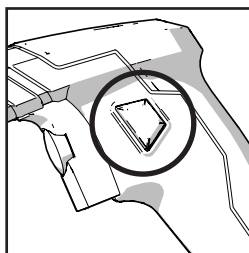

Fig. 6
- Mantenga presionado el interruptor de bloqueo. **(Fig. 6)**